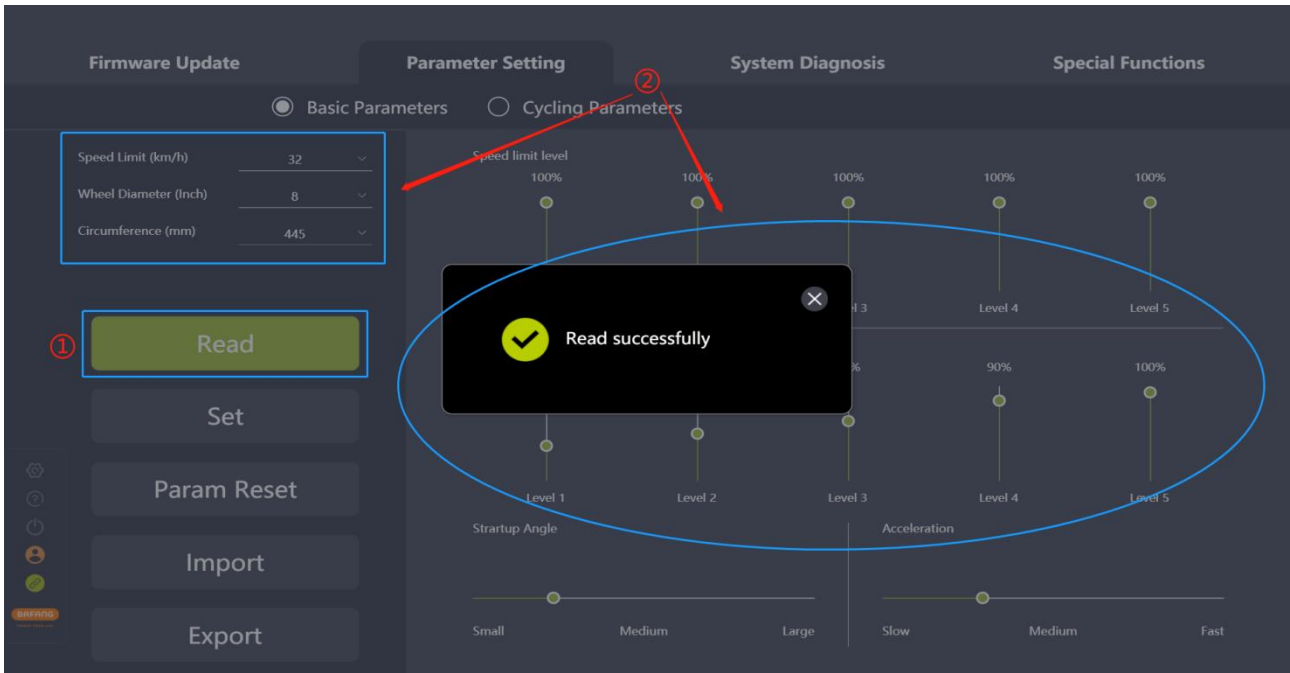

图 5-4 读取
- (1) 确认 BESST 工具箱和控制器正常连接并确保控制器供电正常，点击“读取”；
- (2) 读取成功后各个参数将会以数字、滑动条等形式展现（如图 5-4）。